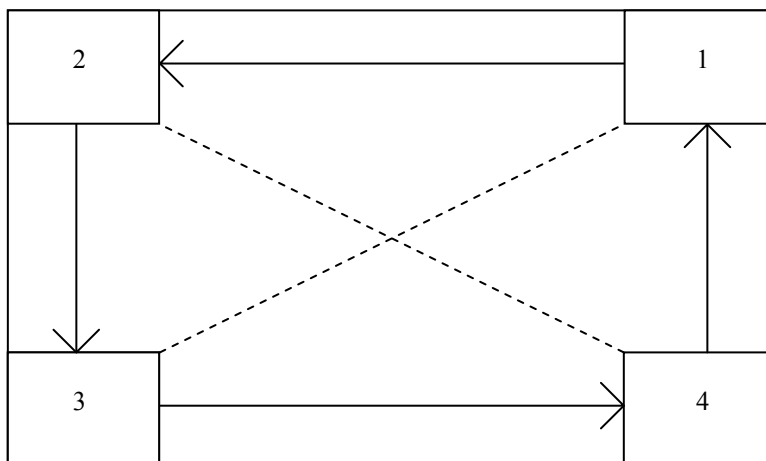

Рис.7.1. Рекомендуемая последовательность нагрузки углов.
7.1.5 Произведите замеры по углам платформы, визуальнo разделив её на четыре части (рис.7.1) поочередно нагружая каждый датчик калибровочным грузом не более ($1/3 \div 1/2$) НПВ, устанавливая груз на соответствующие секторы платформы, соблюдая точность установки груза на каждый датчик.